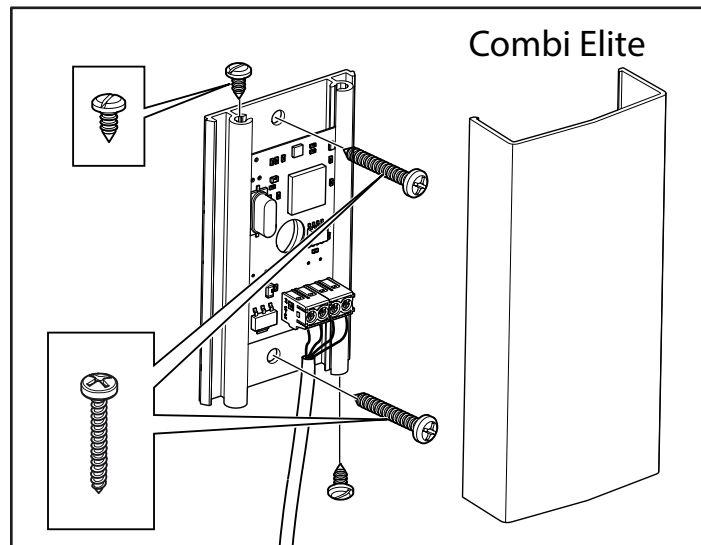
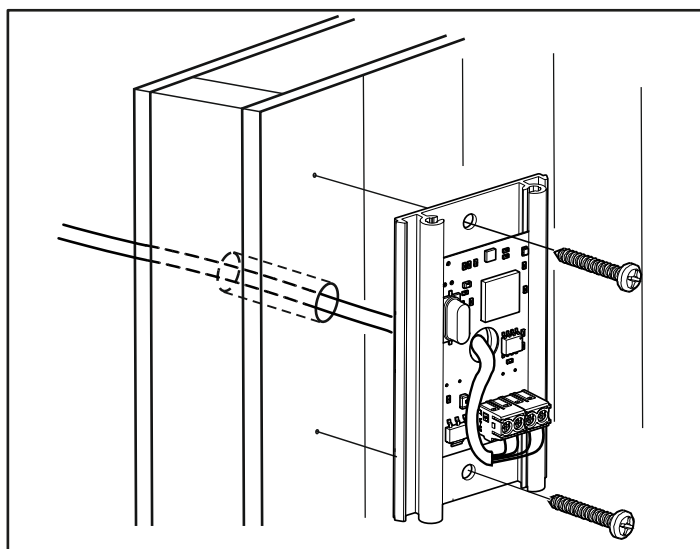

Fig 16: Montering av sensorn, Kabeln inne i bastun måste vara värmebeständig. Anslut sensorns kabel (se Fig 19).
Fig 17: Ledningsdraging genom vägg.
14. Montera sensorn på väggen se Fig 16. Termistorledningen kan även dras igenom väggen. Täta eventuella hål i väggen bakom sensorn, se Fig 17. Termistorledningen kan förlängas utanför bastun med svagströmsledning (4-ledare).